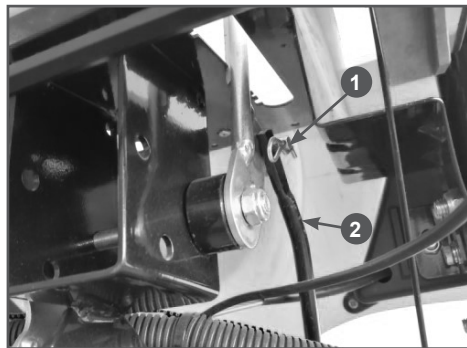

Рис. 6 Подключение тяги к рычагу переключения передач
6. Подключите тягу к рычагу переключения передач. Смажьте ось 1 и отверстие в тяге многоцелевой консистентной смазкой CHAMPION EP-0, установите тягу 2 на ось 1 кронштейна рычага переключения передач и зафиксируйте тягу шплинтом (Рис. 6).